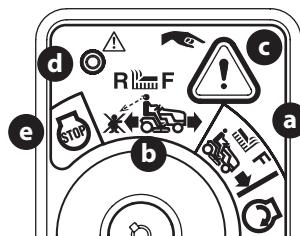

Figure 28
2. Tournez la clé de la position de tonte normale (a) à la position de tonte en marche arrière (b) à la position d'allumage (Figure 28).
3. Appuyez sur le bouton de marche arrière  (c) situé dans le coin supérieur droit du module de commutateur d'allumage. Le témoin lumineux rouge (d) dans le coin supérieur gauche s'allume lorsque le bouton de marche arrière est activé (Figure 28 à la page 95).
5. Regardez toujours derrière vous et par terre avant de reculer et lorsque vous reculez pour vous assurer qu'il n'y a pas d'enfants à proximité. Après avoir repris la marche avant, tournez la clé à la position de tonte normale  F (a) (Figure 28 à la page 95).
6. Le mode de tonte en marche arrière  (b) demeure activé jusqu'à ce que (Figure 28 à la page 95):